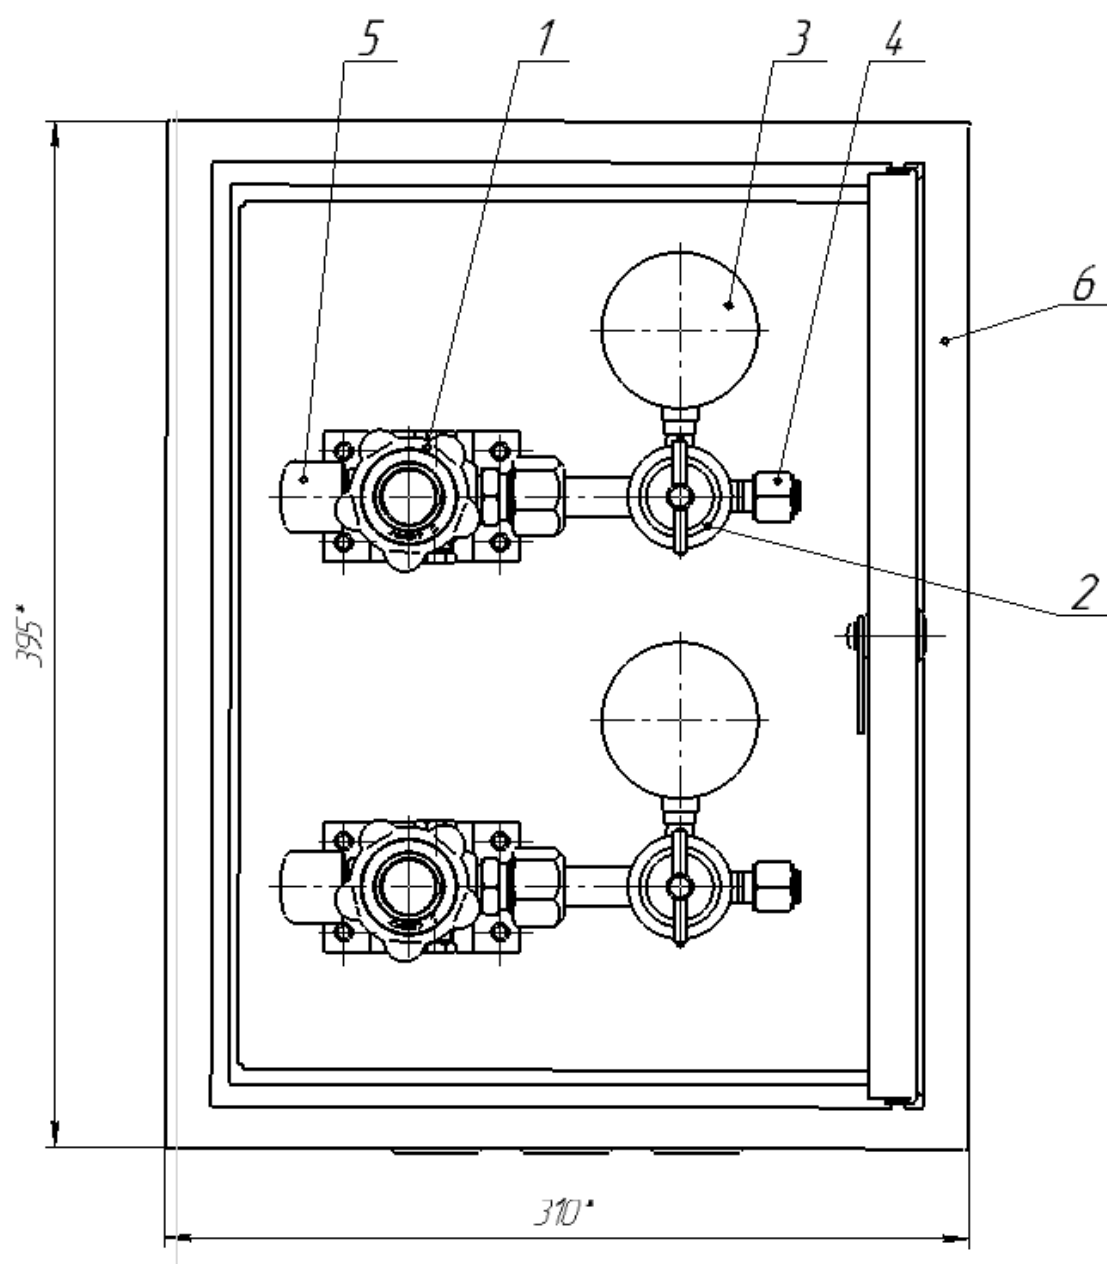

Рис.1 Пост газоразборный: а - ПГУ-10-з / ПГАр-10-з
4.1 Внешний вид поста показан на рис. 1